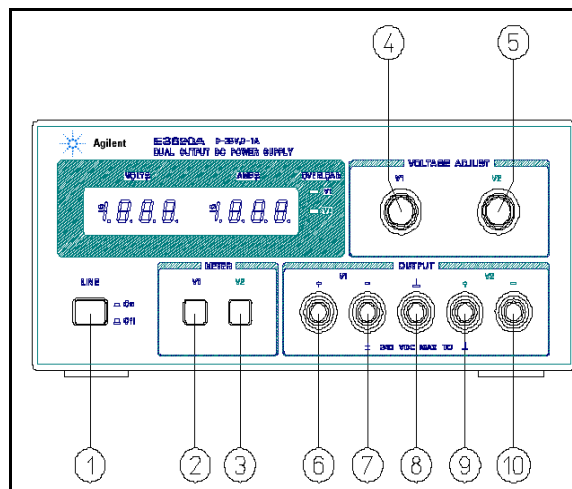

Figura 2. Indicatori e pulsanti di controllo del pannello anteriore
Premendo l'interruttore a pulsante contrassegnato con LINE (1, Figura 2), l'alimentatore si accende (ON); premendolo di nuovo e riportandolo nella posizione verso l'esterno, l'alimentatore si spegne (OFF).
I punti che seguono descrivono l'uso dei dispositivi di controllo del modello E3620A illustrati nella Figura 2 e consentono di svolgere una breve verifica del funzionamento dell'alimentatore. Attenersi alla procedura di controllo oppure al test più dettagliato di verifica delle prestazioni nella parte dedicata agli interventi tecnici, al ricevimento dello strumento e prima di collegarlo a qualsiasi dispositivo elettrico. In caso di difficoltà effettuare il test di verifica delle prestazioni citato.